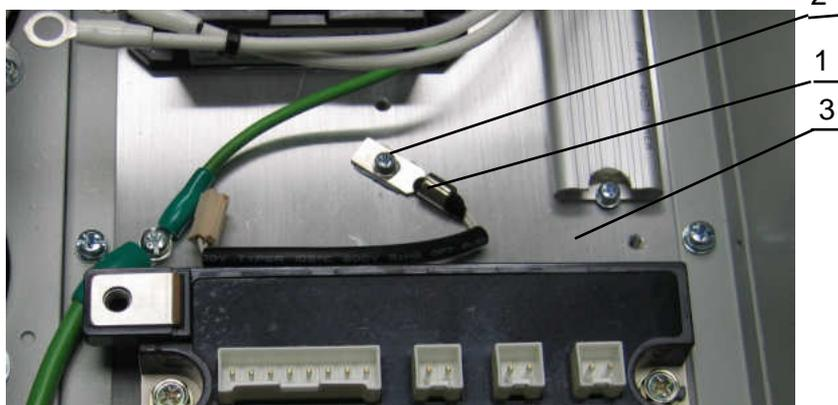

Рис.7.7
7.4.3. Установить на радиатор (3) **датчик температуры** (1) и закрепить его винтом (2) (рис.7.7).